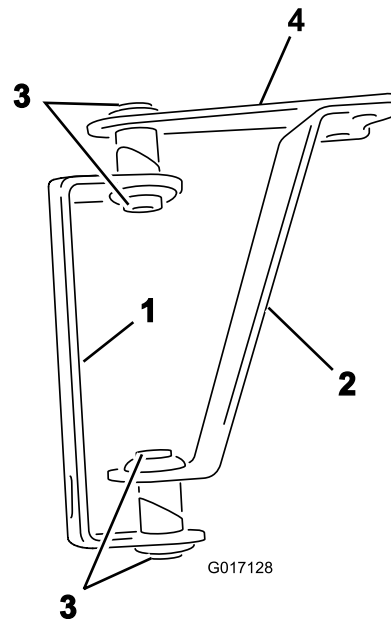
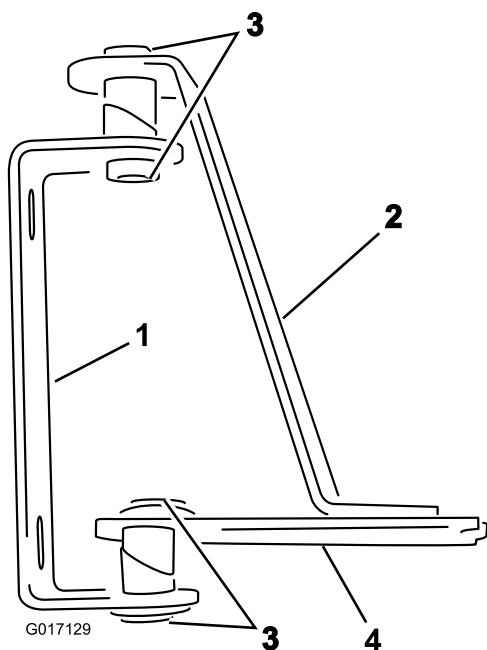

Figura 1
Figura 2
1. Colocar as dobradiças e as correias como indicado em Figura 1 (para uma rampa descoberta) ou Figura 2 (para uma rampa coberta).
2. Insira os casquilhos nas aberturas do tubo soldado nas dobradiças como se mostra em Figura 1 ou Figura 2.